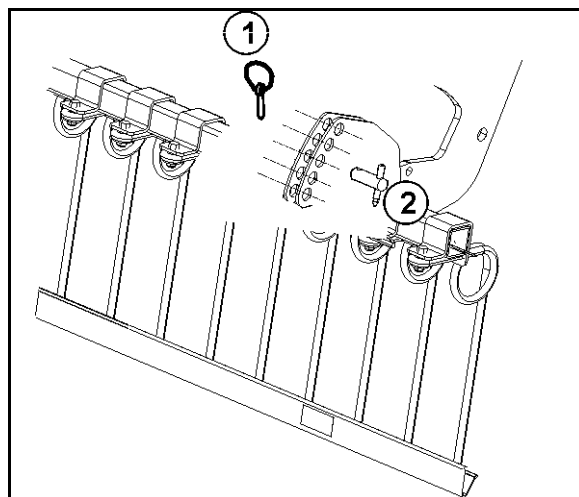

Fig. 40
2. Løsne splinten (Fig. 40/1).
3. Sett innstillingsbolten (Fig. 40/2) i ønsket posisjon.